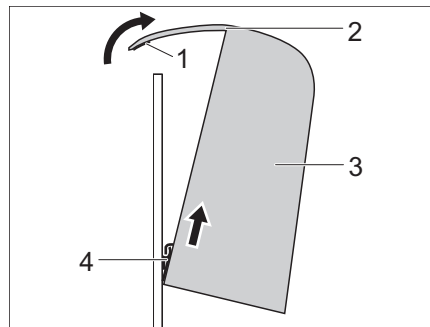

Fig. 72 Retirar el cojín del respaldo
- Incline el cojín del respaldo (Fig. 72,3) hacia delante y desenganche la cinta de gancho (Fig. 72,4).
- Mantenga el cojín del respaldo (Fig. 72,3) en posición inclinada y enganche la cinta de gancho (Fig. 72,4) en la parte inferior.
- Deslice la solapa de tela (Fig. 72,2) hacia atrás y presione firmemente la unión de velcro (Fig. 72,1).